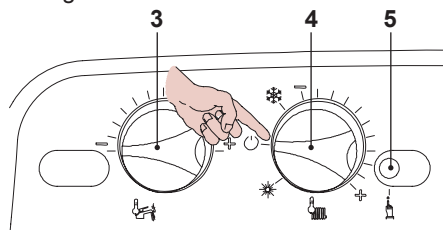

Fig. 7.27
- Per uscire dalla programmazione posizionare il selettore di funzione / manopola regolazione temperatura 4 come indicato in Fig. 7.27.